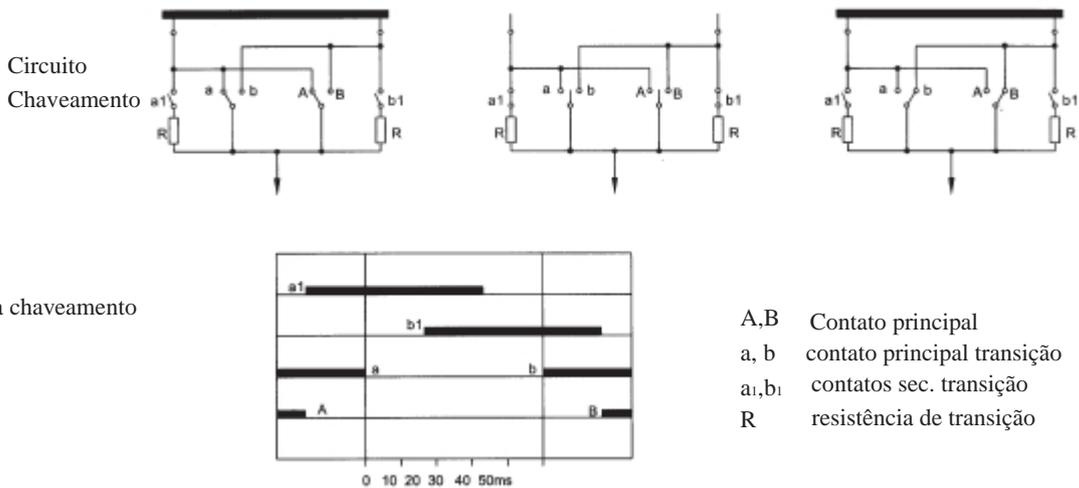

Fig.7
6.2 Sequência de chaveamento dos contatos da chave seletora (fig7)